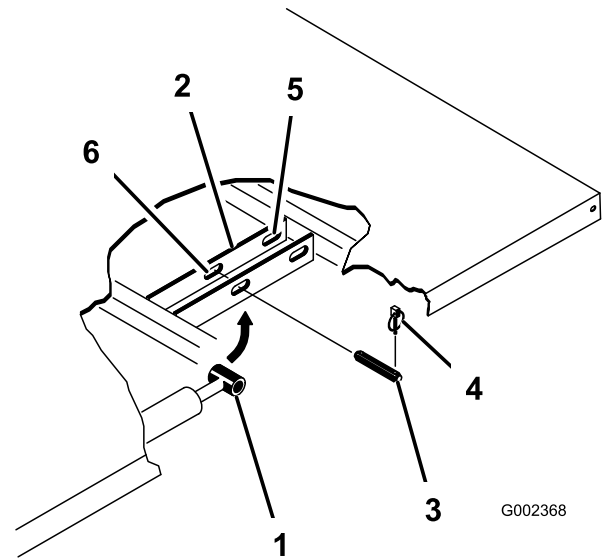

図 3
2. シリンダの外側端部からリンチピンを外す(図 3)。
3. シリンダロッドの端部を荷台取り付けプレートのスロットに固定しているクレビスピンを外す(図 3)。